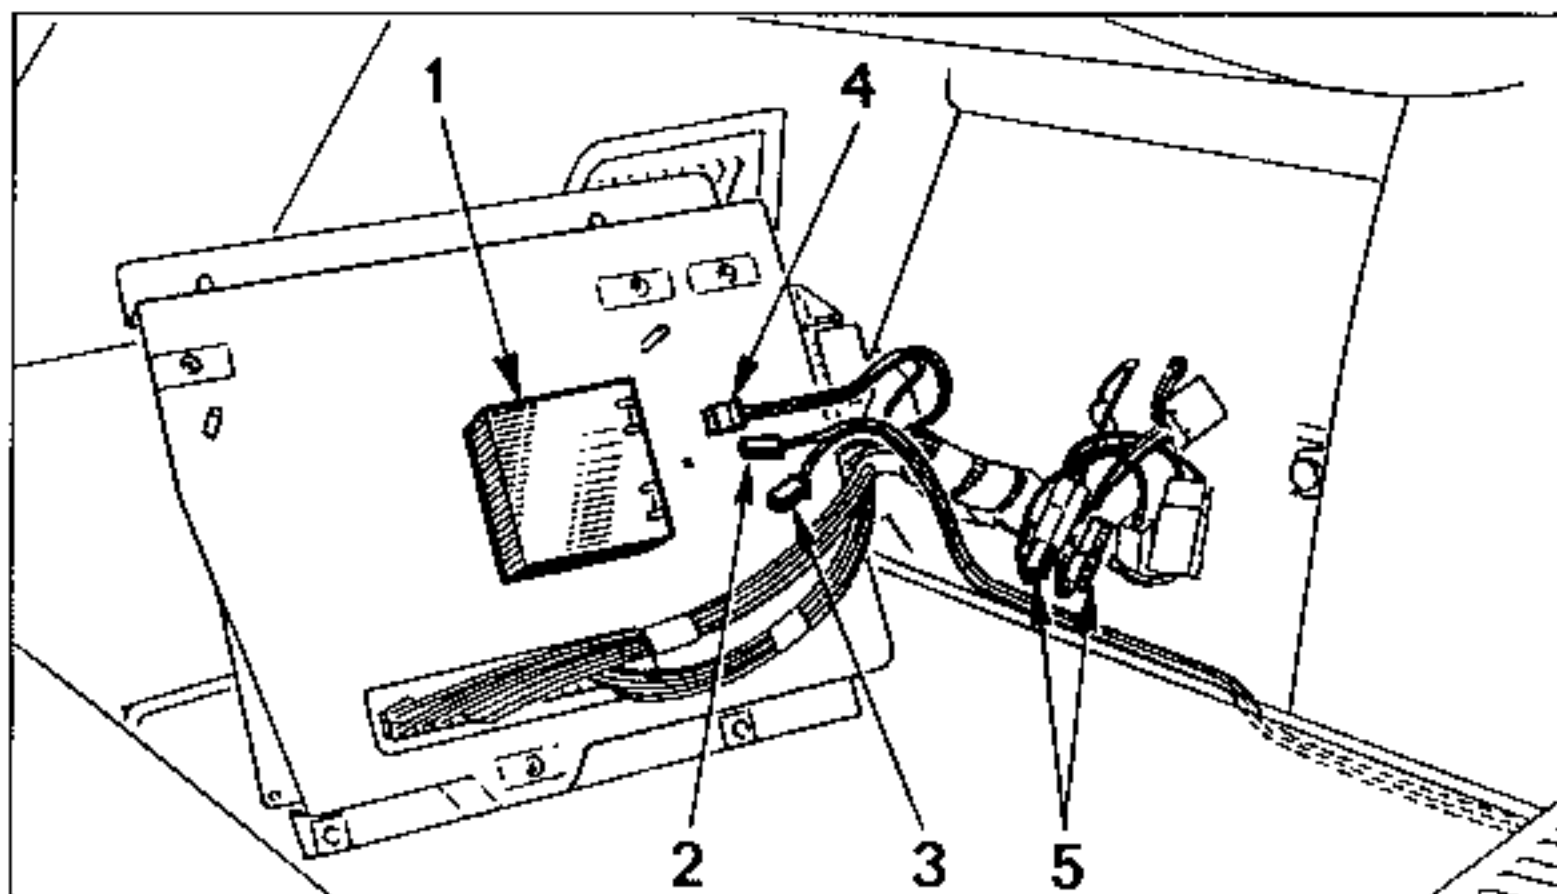

Fig. 4
2) BOITIER DE DETECTION VOLUMETRIQUE (1) (Fig. 4) :